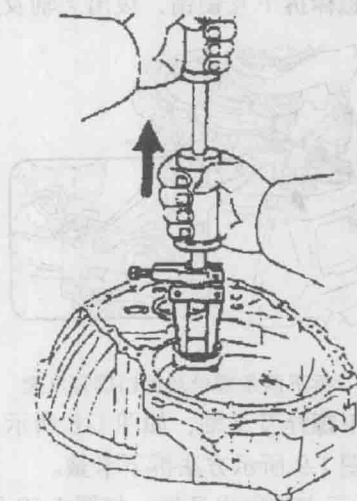

图 1-14 取出锥轴承外圈
14) 如图 1-14 所示, 使用专用工具取出锥轴承外圈。